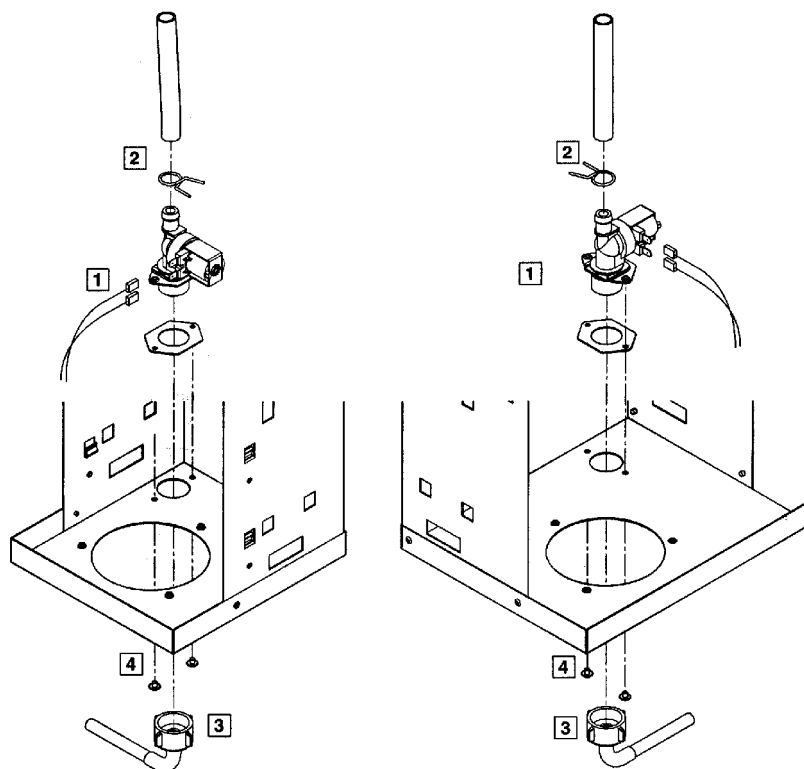

Abb. 13: Ausbau des Einlassventils
- Elektrokabel des Einlassventils abziehen (Abb. 13, Pos. 1).
- Schlauchklemme lösen und Schlauch des Einlassventils abziehen (Abb. 13, Pos. 2).
- Überwurfmutter des Wasseranschlussrohres lösen (Abb. 13, Pos. 3), zwei Befestigungsschrauben mit Kreuzschraubendreher lösen (Abb. 13, Pos. 4) und Einlassventil ausbauen.